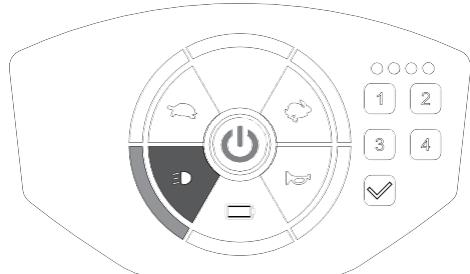

Abbildung 12
- Durch erneutes Drücken der Taste schalten Sie Scheinwerfer und Rücklicht wieder aus. Die Taste [  ] im Bedienfeld erlischt (Abbildung 12).